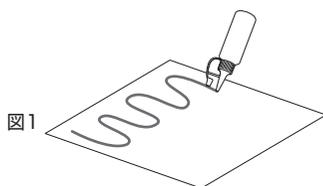

図1
- 細断能力が低下し、頻繁に細断くすがつまるとなような場合は、弊社のボトル入りの専用オイル(ISO-030)で図1のようにオイルシートを準備し、そのまま細断してカッター部をお手入れしてください。